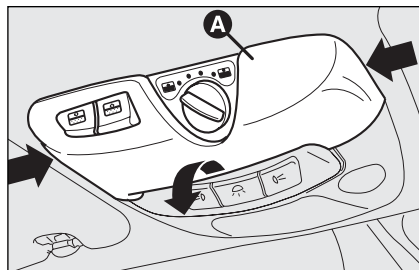

fig. 82
- ☐ enlever le plafonnier avant **A**-fig. 82 en appuyant latéralement sur les deux côtés de la préforme en plastique comme indiqué par les flèches;